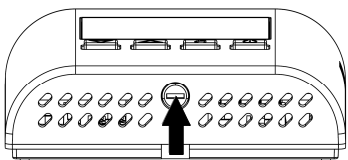

Fig. 4
- 2 Appuyer, avec l'aide d'un tournevis, sur la languette en plastic dans la fente située sur le côté gauche, de manière à soulever légèrement le haut du boîtier (Fig. 4).